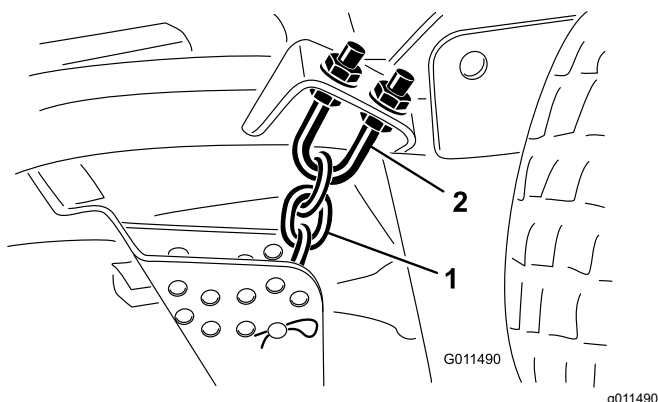

Figura 83
1. Afloje las contratueras en la parte superior o inferior del perno en U de la cadena de altura de corte (Figura 83).